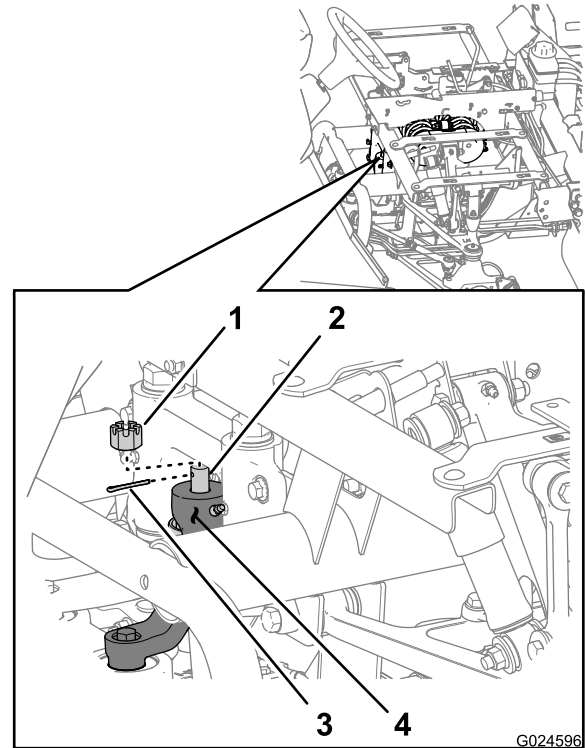

Figure 21
- Retirez la goupille fendue qui fixe l'écrou crénelé à la rotule avant du vérin de direction (au niveau de la bielle pendante), et déposez l'écrou crénelé (Figure 21).
- Fixez la rotule à l'avant du vérin de direction sur la bielle pendante au moyen de l'écrou crénelé (Figure 21).
- Fixez les écrous crénelés avec la goupille fendue (Figure 21 et Figure 22) que vous avez retirée à l'opération 4 de la section Remplacement du vérin de direction (page 8).